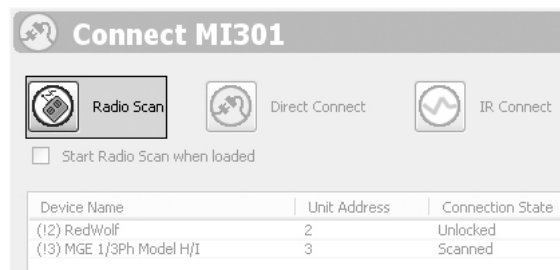

Рис. 19 Radio Scan
8. Нажмите [Radio Scan] (сканировать радиочастоту). См. рис. 19. Устанавливается соединение MI 301 с продуктами, с которыми возможен обмен данными. Это займет от 10 до 20 секунд.